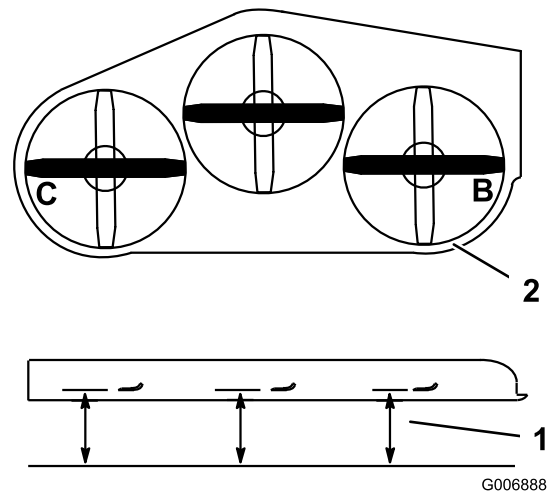

Figura 73
1. Coloque la cuchilla **derecha** en posición lateral (Figura 73).
2. Mida la cuchilla derecha en la posición **B** desde una superficie nivelada hasta el filo de corte del extremo de la cuchilla (Figura 73).
4. Coloque la cuchilla izquierda en posición lateral (Figura 73).
5. Mida la cuchilla izquierda en la posición **C** (Figura 73) desde una superficie nivelada hasta el filo de corte del extremo de la cuchilla.